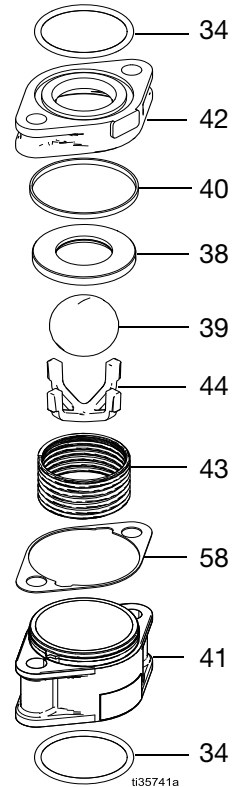

ABB. 9. Rückschlagventilgehäusebaugruppe
1. Druckfeder (43) in Rückschlagventilgehäuse (41) setzen.
2. Kugelkäfig (44) in die Feder setzen (siehe ABB. 9 auf Seite 12). Kugel (39) in Kugelkäfig (44) einsetzen.
3. Ventilsitz (38) über Kugel (39) montieren und dabei sicherstellen, dass die Anfasung nach unten auf die Kugel (39) weist.
4. Schmierstoff auf Sitzdichtung (40) auftragen und auf Ventilsitzgehäuse (42) montieren.
5. Ventilsitzgehäuse (42) oben auf das Rückschlagventilgehäuse (41) setzen, mit den Bohrungen ungefähr 90° zueinander entfernt ausgerichtet. Leichten Druck nach unten auf das Ventilsitzgehäuse (42) auftragen, und es drehen, bis es in das Rückschlagventilgehäuse (41) einrastet. Die Bohrungen müssen zusammen aufgereiht sein.
6. Schmierstoff auf beide O-Ringe (34) auftragen und einen auf das Ventilsitzgehäuse (42) und einen auf das Rückschlagventilgehäuse (41) setzen.
1. Schmierstoff auf O-Ring (34) auftragen und in den Verteilerabschnitt der Faltenbalgkammer setzen.
2. Abziehbares (blaues) Loctite® 243 auf die gesamte Länge der Gewinde der Kopfschrauben (45, 46) auftragen. Zwei Kopfschrauben (45) mit Unterlegscheiben (47) in die unteren Flanschbohrungen des Einlassverteilers und durch ein zusammengebautes Rückschlagventilgehäuse (41) einsetzen. Siehe ABB. 9 für ein zusammengebautes Rückschlagventilgehäuse.